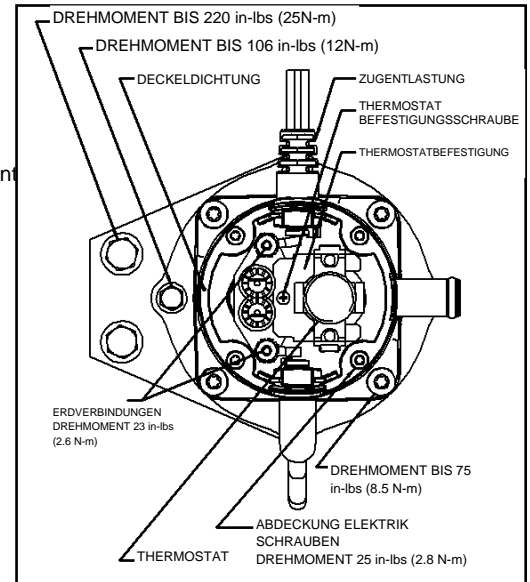

Abbildung 3
- Die Schrauben bis zu 75 in-lbs (8.5 N-m) über Kreuz anziehen. Siehe Abbildung 3.
Schaden der Deckeldichtung: Korrekte Ausrichtung der Dichtung mit der Basis vor Wiedereinbau des Deckels überprüfen. Siehe Abbildung 3.